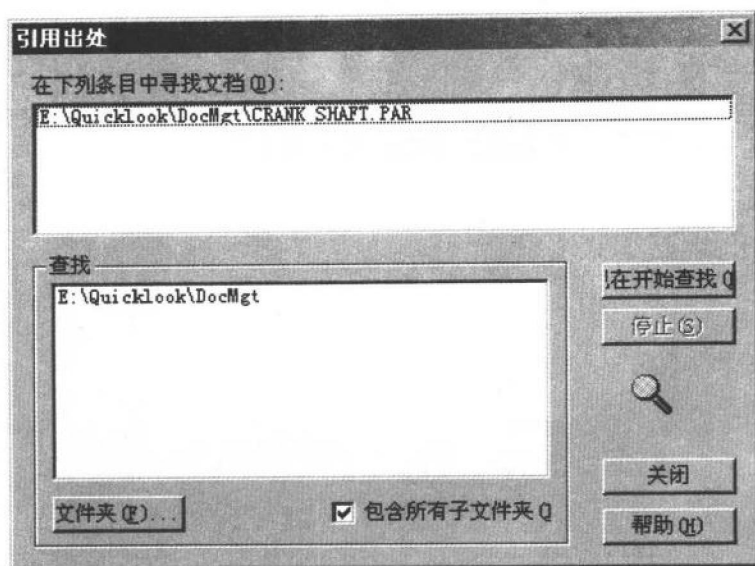

图 1.8
- 选中曲轴零件 CRANK_SHAFT.PAR 所在行，使该行呈高亮显示，再点击“Where use”（引用出处）图标按钮，出现如图 1.8 所示对话框；